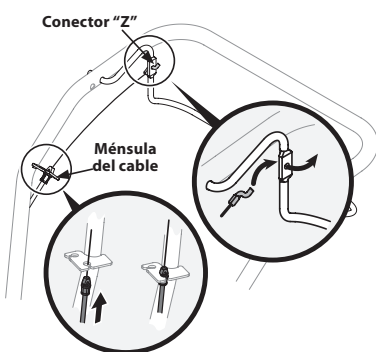

Figura 6
- Tire el cable del embrague hacia adelante con el extremo negro montaje a través del orificio inferior del soporte del cable y empuje el conector del cable por el agujero hasta que la ranura en el conector encaje en su sitio. Vea la Figura 6.
- Coloque el conector Z dentro del orificio en el enganche del embrague de marcha directa desde la parte exterior del enganche hacia el interior. Vea la Figura 6.